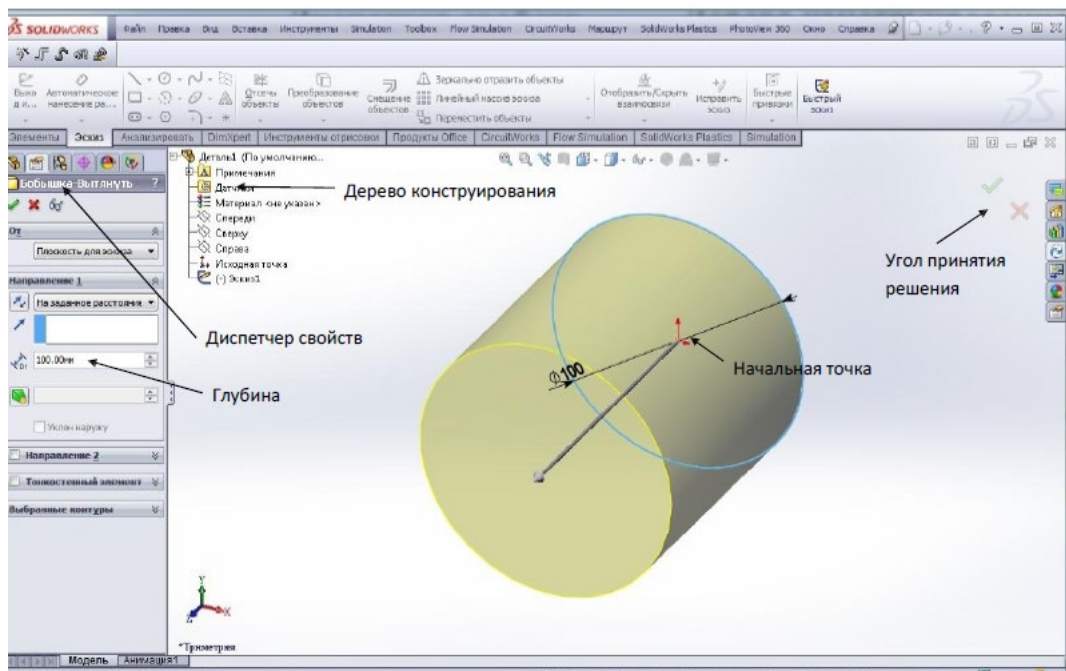

Рисунок 1.4 – Визначення параметрів елемента «Витягнути»
7. Натиснути значок «Вихід з ескізу» у «Куті прийняття рішення», щоб завершити ескіз, при цьому система автоматично запропонує вибір параметрів створюваного елемента «Витягнути» у вікні «Менеджера властивостей» (ліва частина екрану), а також в графічній області буде відобразитися попередній вигляд створюваного тривимірного елемента (рис. 1.4).
8. У розділі «Напрямок 1» вікна «Менеджера властивостей» встановити параметр «Глибина» рівним 100 мм (див. рис. 1.4).